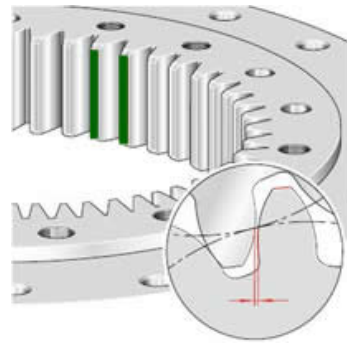

图 9
9. 螺栓拧紧前根据齿轮节圆径向跳动最高点（绿色标记，图9），调节齿侧间隙，应保证回转支承大齿轮的啮合侧隙值为该回转支承轴向间隙的1.5倍；在螺栓拧紧时，应在螺纹和螺母端面涂抹润滑油，使用扭矩扳手在圆周内180度方向均匀对称的连续进行拧紧（如图10），最后使用扭矩扳手检查每个螺母的扭矩，避免遗漏，以至于保证所有螺栓有相同的预紧力；螺栓拧紧以后应在全部圆周上进行一次齿侧间隙的检查（如图11），防止大、小齿轮接触不平行，造成局部受力；回转支承安装完毕后，禁止在回转支承和支承座上进行焊接作业，以免造成支承变形。